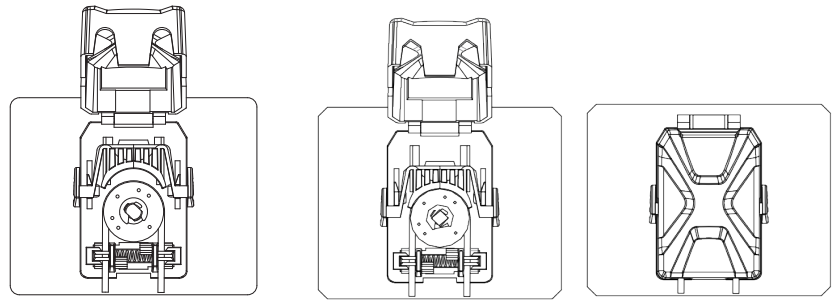

图2: 泵头装管示意图
- 步骤一: 把泵头护罩打开, 上压块上提, 如图2所示的位置用左右管夹压住软管, 弹簧自由弹力压住即可, 不需要用手挤压